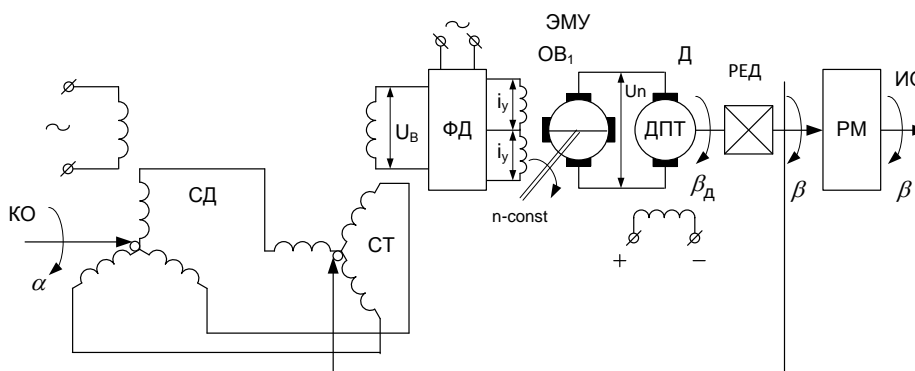

Рис. 2. Следящая система с сельсинным измерительным устройством
<div style="text-align: center;">  </div> <p style="text-align: center;">Рис. 1</p> <p>Пример 2. Колебательное звено с передаточной функцией</p> $w(p) = \frac{K}{T^2 p^2 + 2T\xi p + 1}$ <p>охватено отрицательной обратной связью через интегрирующее звено (рис. 2). Определить устойчивость системы с помощью критерия и Михайлова при следующих условиях:</p> <p style="text-align: center;">$K_1 = 1; K_2 = 1; T = 2; \xi = 0,5$</p> <div style="text-align: center;">  </div> <p style="text-align: center;">Рис. 2. Структурная схема</p>
$w(p) = \frac{K}{T^2 p^2 + 2T\xi p + 1}$ <p>охвачено отрицательной обратной связью через интегрирующее звено (рис. 2). Определить устойчивость системы с помощью критерия и найквиста при следующих условиях:</p> $K_1=1; K_2=1; T=2; \xi=0,5$
– следящая система с сельсинным измерительным устройством (рис. 2). В состав САУ входят: сельсинное измерительное устройство СД и СТ (трансформаторный режим включения); фазовый детектор ФД; электромашинный усилитель мощности с поперечным полем ЭМУ; двигатель постоянного тока с независимым возбуждением ДПТ; редуктор РЕД; рабочая машина РМ.